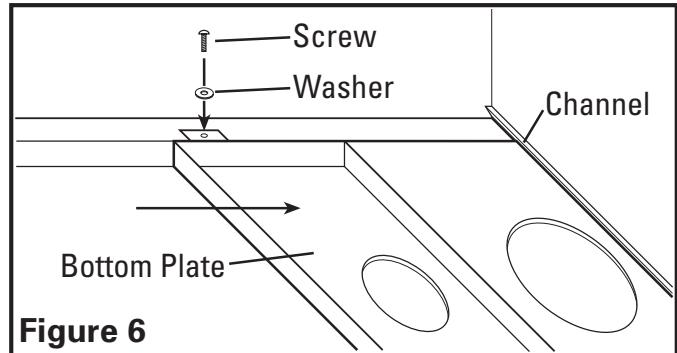

Figure 6
7. Reinstall the rear bottom plate by fitting the back edge of the plate into the channel located on the back of the hood and reinstalling the two screws and washers removed in Step 1 (**Figure 6**).
7. Réinstaller la plaque du bas à l'arrière en ajustant le rebord arrière de la plaque dans le canal situé sur l'arrière de la hotte et en réinstallant les deux vis et rondelles enlevées à l'*Etape 1* (**Figure 6**).